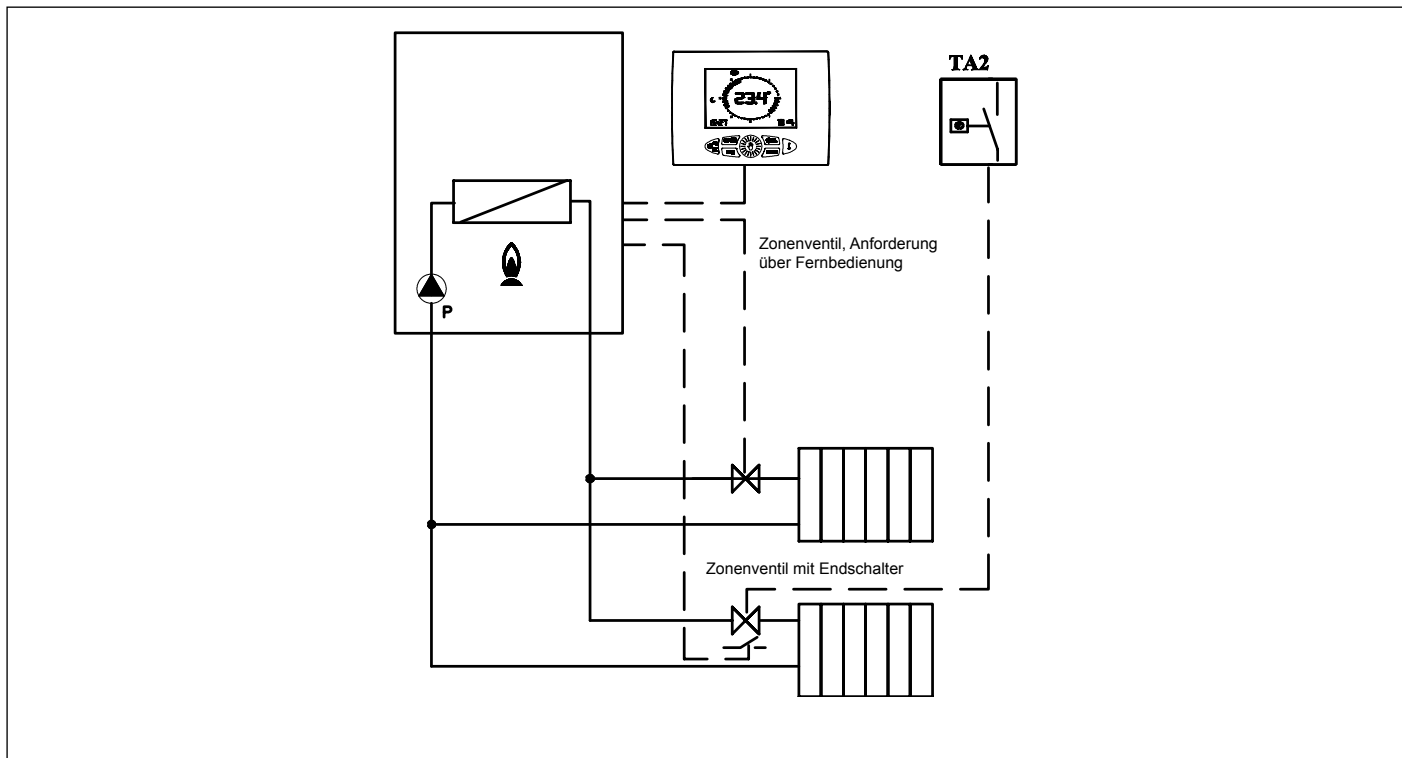

Abb. 35 Multifunktionsrelais, Anforderung über Fernbedienung und TA2
- Den Kunststoffkörper (Venturi) erneut montieren und ihn dabei, in der richtigen Position in die Mischeinrichtung einsetzen und mit den Befestigungsschrauben fixieren, dabei darauf achten, dass die O-Ringe, die an den Enden des Kunststoffkörpers (siehe Abb. 34 Kunststoffkörper Gas-Luft Mischeinrichtung sitzen, nicht beschädigt werden und die Montagerichtung einhalten (siehe Abb. 35 Montagelage).